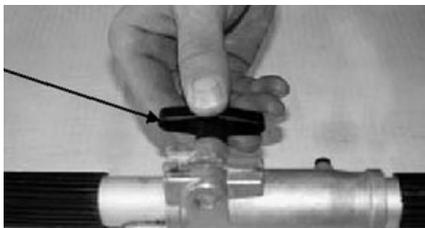

рис. 6
4. Плотно затяните винт крепления насадок (рис.6).